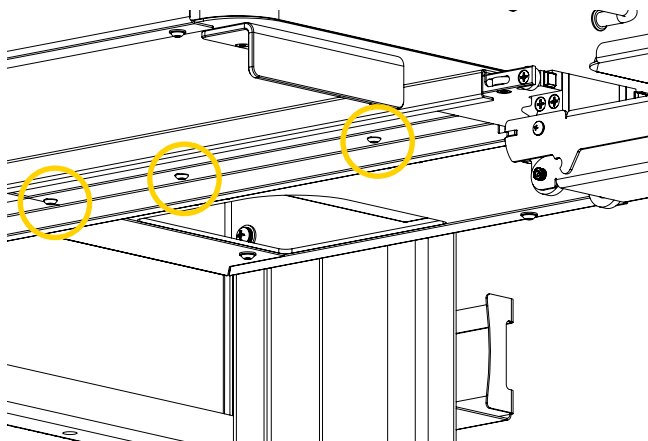

Figure 12: Desserrage des vis sous le rail du côté droit du mécanisme coulissant en 2-parties (1 de 2)
- A. Tirer le plateau pour clavier horizontalement pour le rétracter pour atteindre les trois (3) premières vis situées sous le rail du côté droit du mécanisme (Figure 12), puis desserrer à l'aide d'une clé 1/8 po.